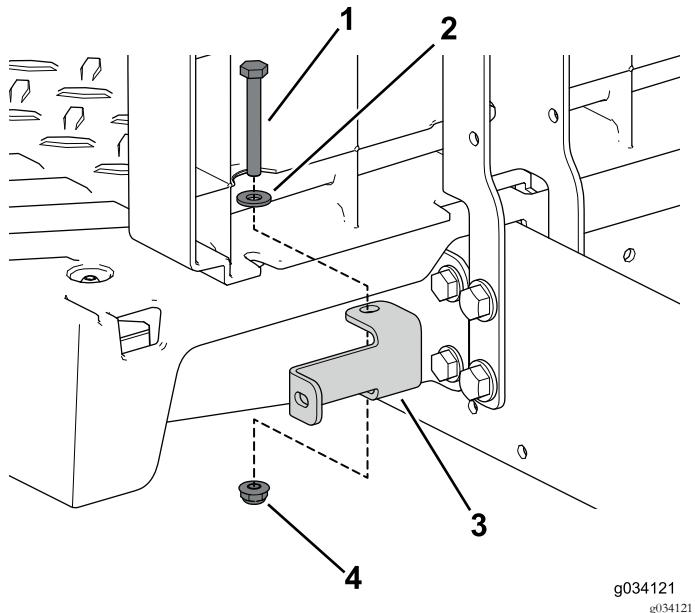

Рисунок 87
7. С помощью 2 болтов (1/4 x 2 дюйма), шайбы и контргайки прикрепите левый и правый кронштейны панели к автомобилю (Рисунок 87).
8. С помощью 4 самонарезающих винтов прикрепите левый боковой кожух к сиденью в сборе (Рисунок 87).